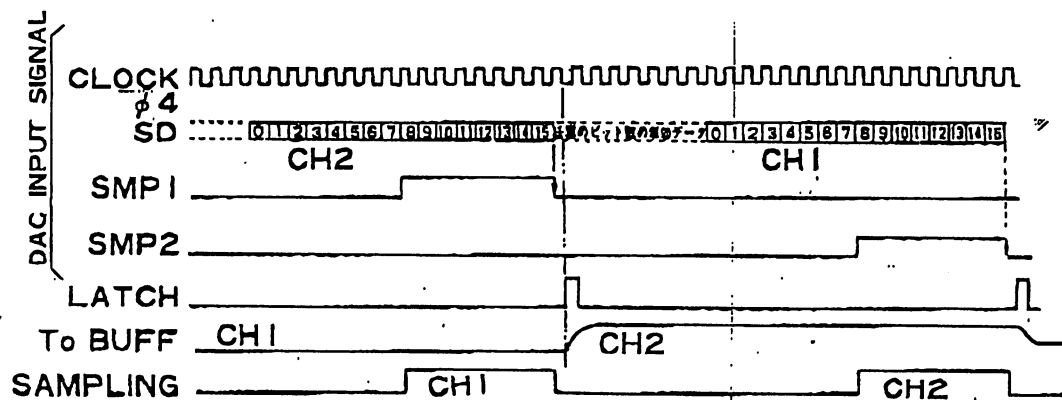

図3 TIMING
- タイミング図、図 3 に示します様に、SMP 1、SMP 2 の立下り部は MSB (I15) 信号の後端のタイミングと一致する様にしてください。
- SMP 1、SMP 2 のサンプリング期間は、図 3 に示した 8 ビットタイム以外にも設定できます。